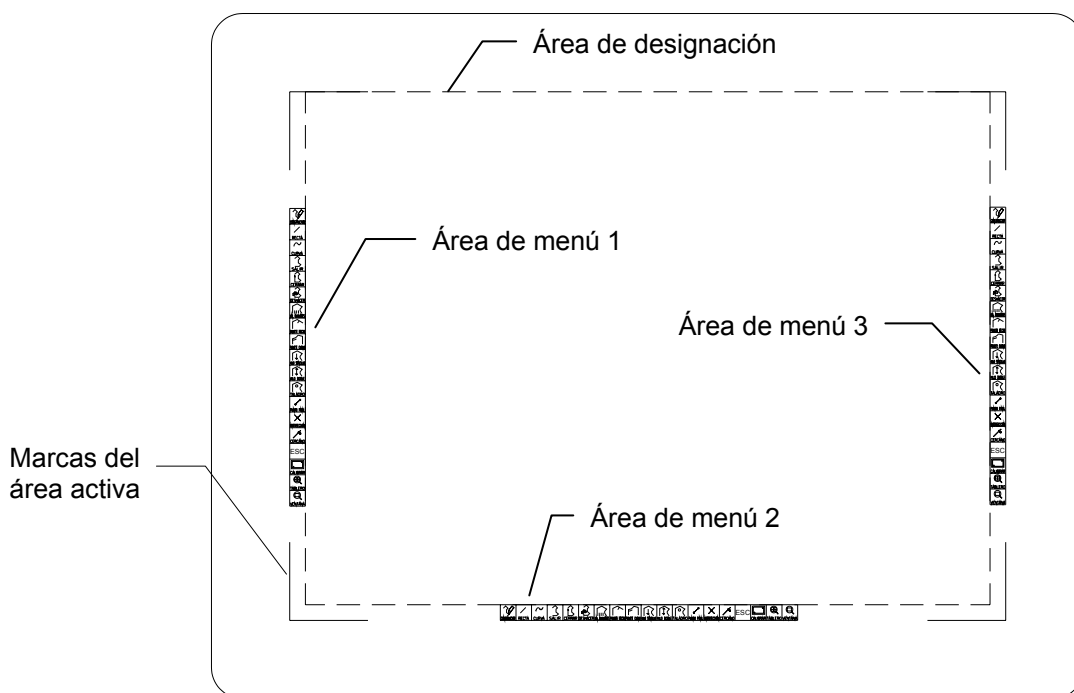

Figura 1.1
1. Pegue en el tablero las tres plantillas de menú tal como se muestra en la Figura 1.1. Las plantillas deberán situarse dentro del *área activa* del tablero, justo en el borde de la misma. El área activa de un tablero digitalizador está grabada o impresa sobre el mismo, y es la parte del tablero que recibe las señales del cursor.
2. A continuación deberá marcar sobre el tablero las esquinas inferior izquierda y superior derecha del *área de designación*. Este área está representada en la Figura 1.1 con líneas de trazos y es el resultado de restar al área activa del tablero las franjas ocupadas por las áreas de menú.
Es un menú especial cuyos comandos se activan directamente sobre el tablero digitalizador (ver Figura 1.1 en la página 24). Agrupa un conjunto de comandos específicos para la digitalización de patrones. Estos comandos no se incluyen ni en el menú desplegable ni en las barras de herramientas, pero si se pueden activar mediante la línea de comandos.